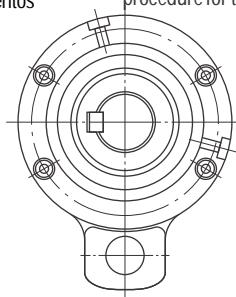

Figura 2/ Figure 2
- No contra-recoo forma 257, devem ser retirados ambos os parafusos localizados na tampa (2) e colocado óleo lubrificante pelo furo superior até o mesmo começar a escorrer pelo outro furo localizado lateralmente (Figura 2).